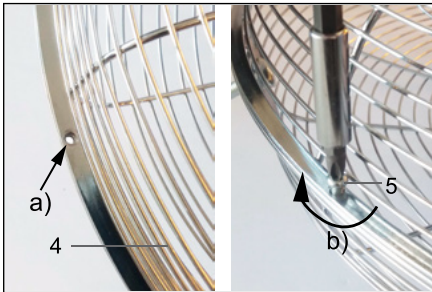

Fig.50: Montering af beskyttelsesgitteret
4. Sæt den anden halvdel af beskyttelsesgitteret (4) på beskyttelsesgitteret med motorblokken og rotoren på.
*De to halvdeles huller skal ligge over hinanden. Se fig. 50 a).*
5. Sæt først alle krydskærverskruerne (5) gennem de dertil beregnede huller i de to gitterhalvdele.
6. Stram derefter skrueerne i diagonal rækkefølge i urets retning, fig. 50 b).